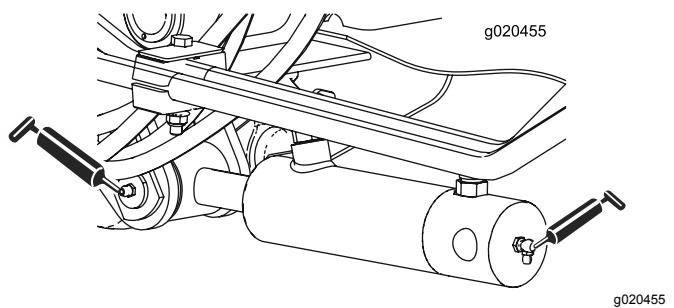

Figure 67
- Bagues de vérins de bras de levage (2 chacun) (Figure 67).